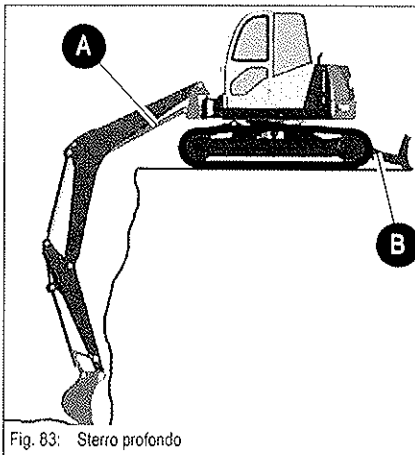

Fig. 83: Sterro profondo
- ☞ Usare questa posizione di lavoro (Fig. 83) solo in casi di emergenza estremi, poiché sussiste la possibilità che la macchina si ribalti in avanti nel fossato.